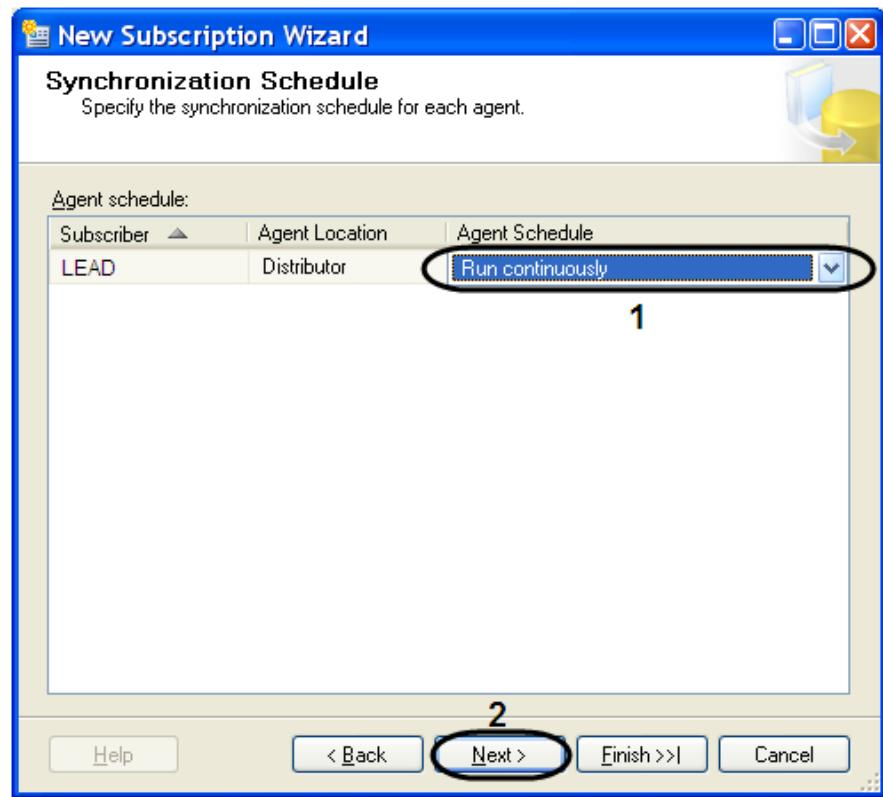

Рис. 11.3—18. Настройка расписания работы агента распространителя
17. Для продолжения нажать кнопку «Next >» (см. Рис. 11.3—18, 2).